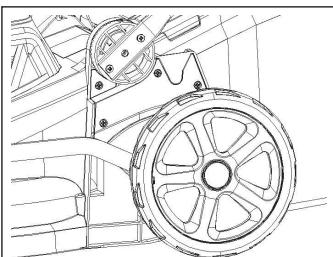
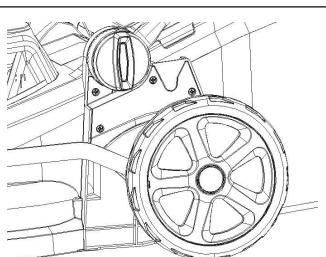

Abb. 2A
Abb. 2B
- a) Befestigen Sie den unteren Bügel mit Verriegelungsknöpfen an der Maschine, wie in Abb. 2A/Abb. 2B dargestellt.